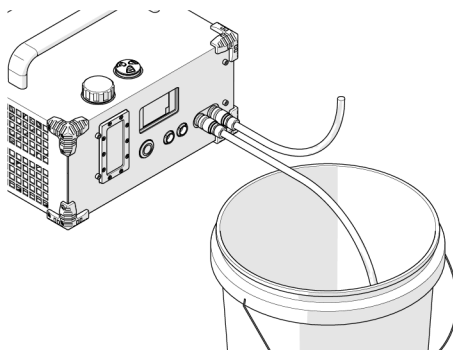

Abbildung 5-2 Ablassen der Kühlflüssigkeit
3. Schließen Sie den anderen Schlauch mit offenem Ende an dem IN-Anschluss an, damit das System entlüftet werden kann (siehe Abbildung 5-2 auf Seite 195).